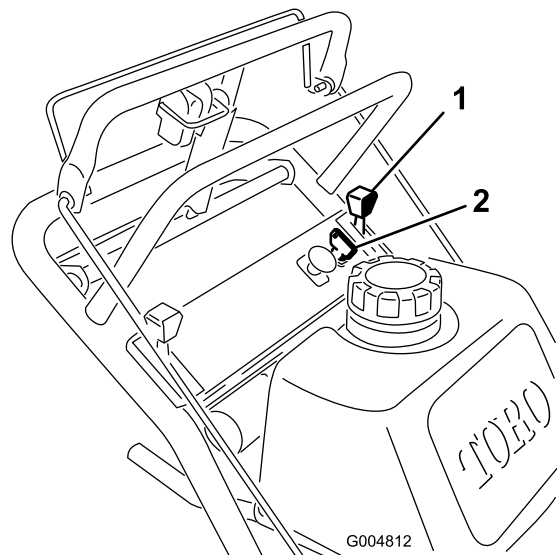

Bild 8
1. Stellen Sie den Gasbedienungshebel in die LANGSAM-Stellung (Bild 8).
3. Drehen Sie den Zündschlüssel in die AUS-Stellung (Bild 8).